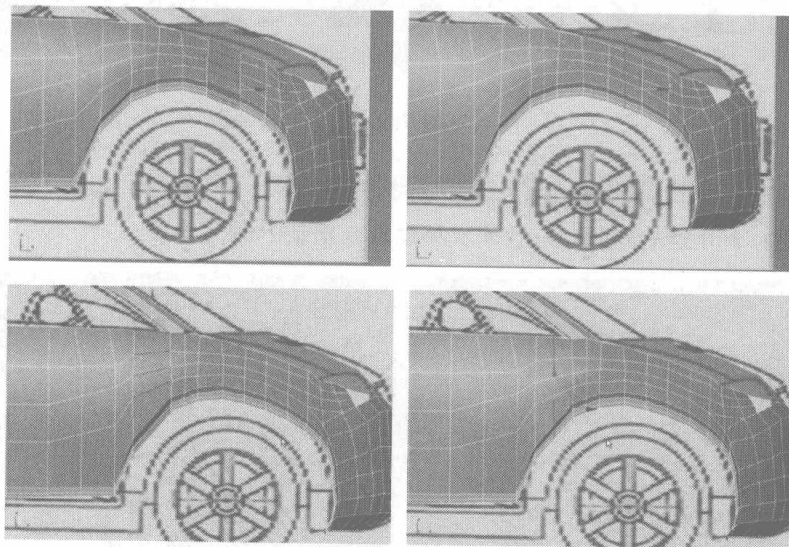
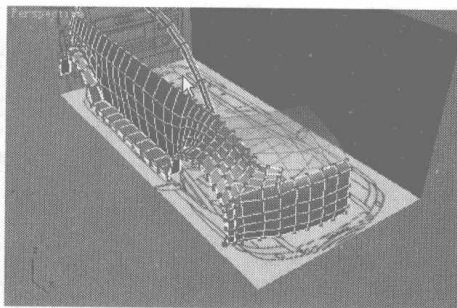

图 7.63
图 7.64
- 28 选择车轮上方的曲线，单击 **Connect** 按钮，添加一条曲线，如图 7.63 所示。调整模型，将节点位置调整到图 7.64 所示的位置。